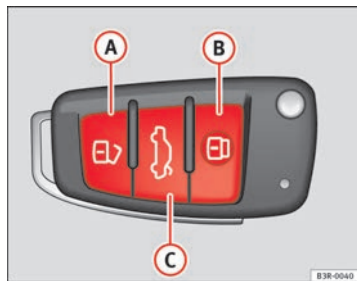

Fig. 78 Llave de control remoto: Teclas
- Pulse la tecla **A** → fig. 78 durante aproximadamente 1 segundo.